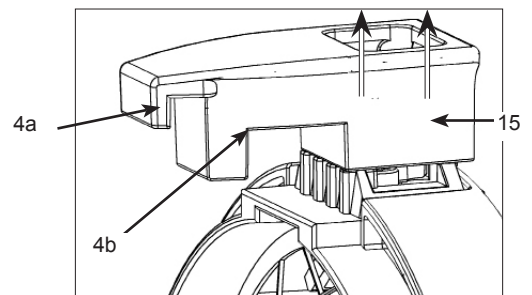
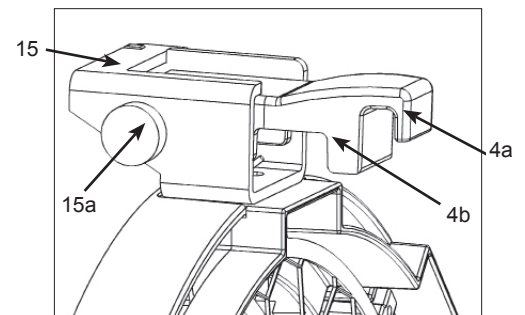

Abb. 5 / figure 5
Abb. 6 / figure 6
- Modelle mit schwenkbarer Torsicherung (Abb. 5): Torsicherung (15) senkrecht nach oben ziehen und zur Seite wegdrehen. Modelle mit Location-Torsicherung (Abb. 6): Stift (15a) seitlich eindrücken, Torsicherung (15) klappt nach oben.
- For models with rotatable top latch (figure 5): Pull the top latch (15) upwards and turn it to the side. For models with location top latch (figure 6): Push the hinge pin (15a), the top latch (15) opens.